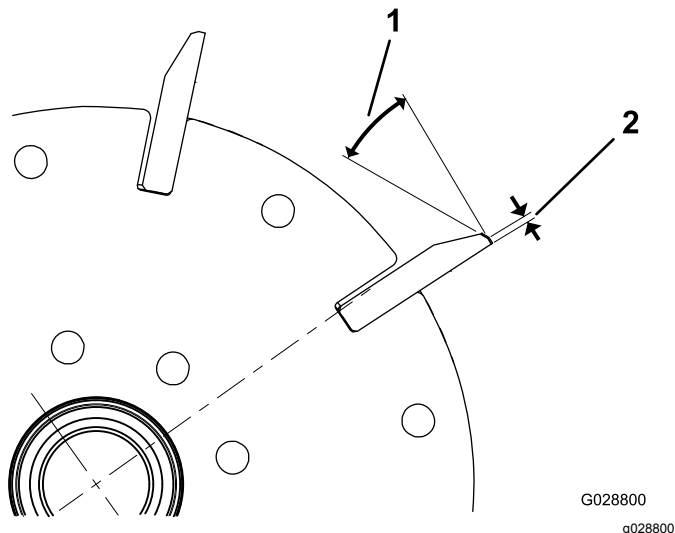
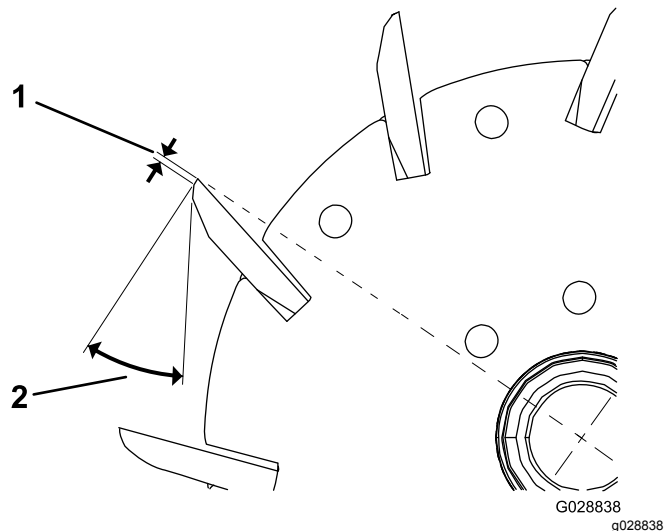

图 22
图 23
1. 对所有滚刀棱面进行 30 度铲磨直至棱面宽度达到 1.3mm 图 22 和 图 23。